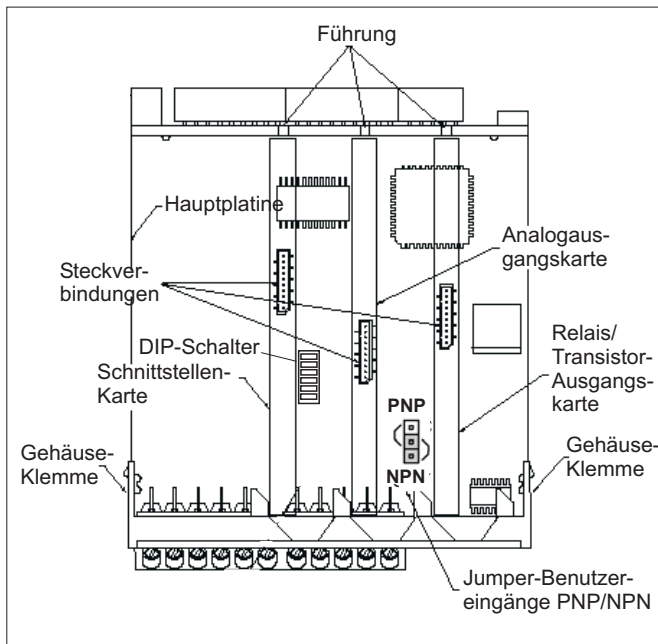

Bild 4.1: Ausgangskarten
Die Ausgangskarten haben feste Einbaupositionen. Die Steckverbinder der Karten sind so konstruiert, das jede Karte nur auf eine bestimmte Position passt. Die Einbauposition der Karten ist in Bild 4.1 ersichtlich.
2. Stecken Sie die Ausgangskarte auf den entsprechenden Steckplatz (siehe Bild 4.1).
Vor Inbetriebnahme des Gerätes muß folgende Jumper-einstellung auf der Hauptplatine des PAX gegebenfalls geändert werden (Bild 4.1).